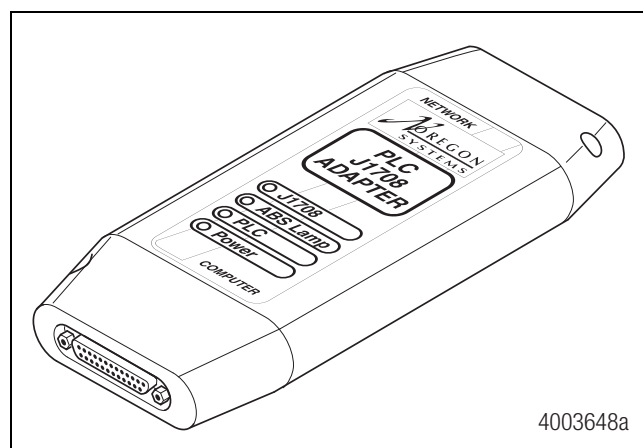

Figura 5.3
- Se utiliza como probador de tractocamión/semirremolque para asegurar que la comunicación PLC esté funcionando correctamente. Figura 5.3.